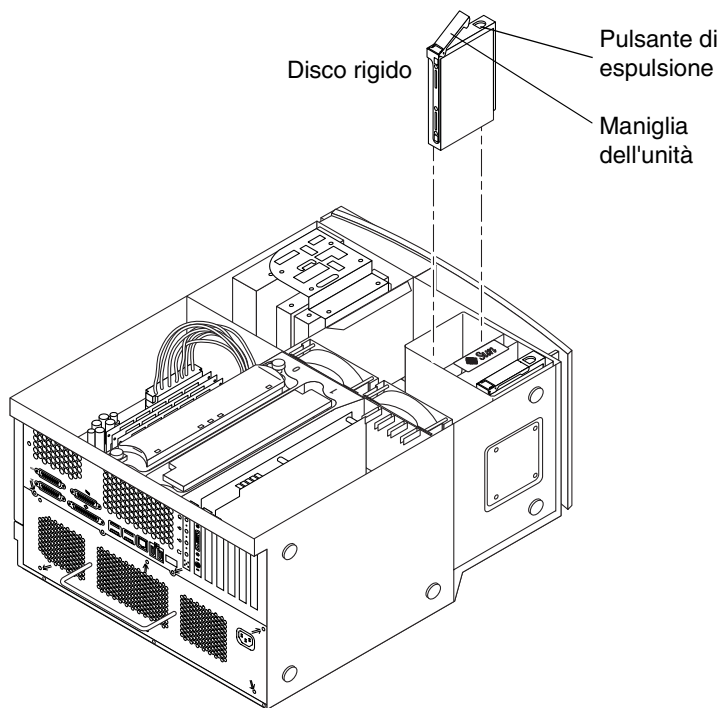

FIGURA 11 Installazione di un disco rigido supplementare
2. **Individuare l'alloggiamento vuoto nella staffa del disco rigido (vedere FIGURA 11).**